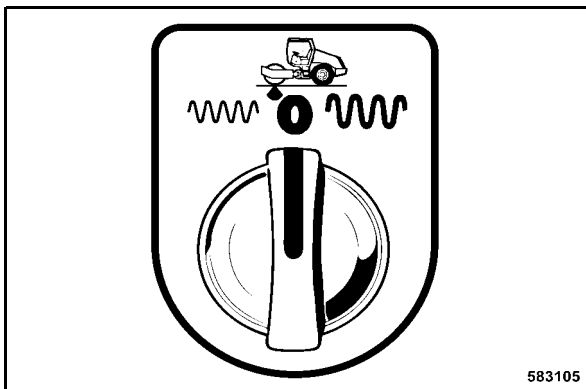

fig. 67
- Après la fin du travail, commuter à nouveau l'interrupteur rotatif de présélection de l'amplitude (fig. 67) sur position "0".